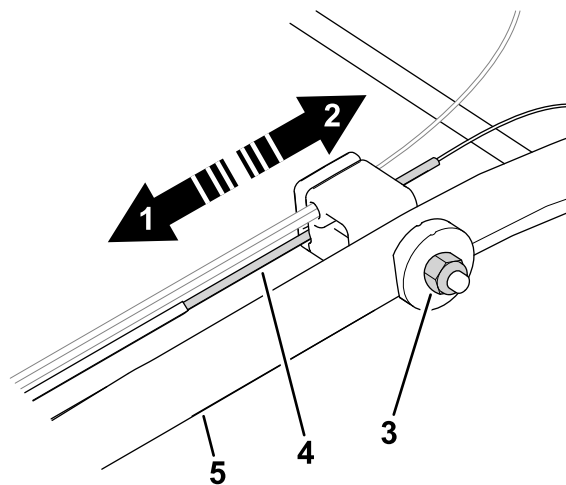

Figura 23
1. Rotii piulia de reglare în sens invers acelor de ceasornic pentru a slăbi cablul (Figura 23).
2. Ajustați tensiunea cablului (Figura 23) trăgându-l în spate sau în față menținând poziția.